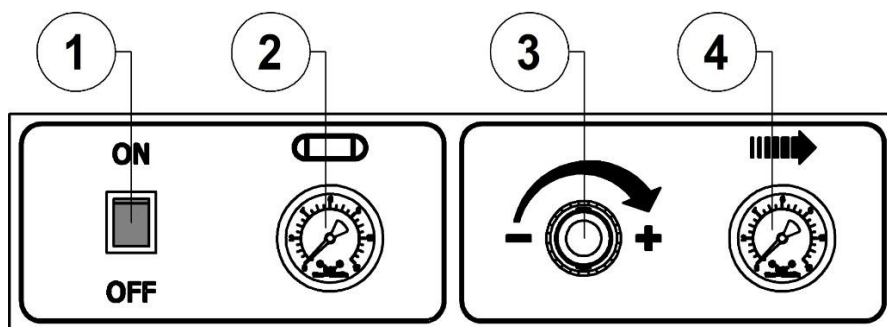

Рисунок 2 - Панель управления
Подсоедините вилку питающего кабеля компрессора к электрической сети. Включите компрессор выключателем **1** (рис. 2). на панели управления. Для этого необходимо переключить выключатель в положение **"ON"**. Включенное состояние сигнализируется подсветкой выключателя **1** (рис. 2).
- Выключить компрессор выключателем **1** на панели управления (рис. 2). Для этого необходимо переключить выключатель в положение **OFF**. После этого остановится электродвигатель и произойдет сброс давления из нагнетательного воздухопровода и поршневого блока.
7.4.1 Настройка давления сжатого воздуха осуществляется регулятором давления **3** следующим образом (рис. 2):
- Переключите выключатель **1** на панели управления (рис. 2) в положение "OFF".